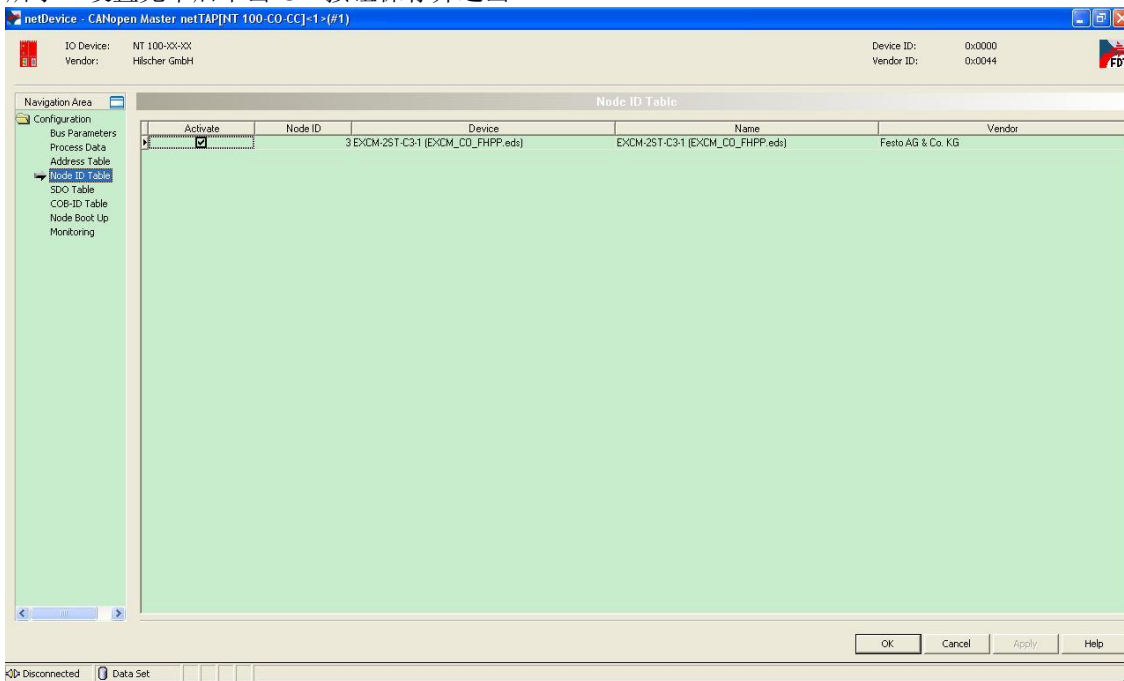

图 18
(18) 在这个对话框中左侧的导航区，选择 **Node ID Table**，设置 CANopen 从站的站地址，如图 18 所示。设置完毕后单击 **OK** 按钮保存并退出。